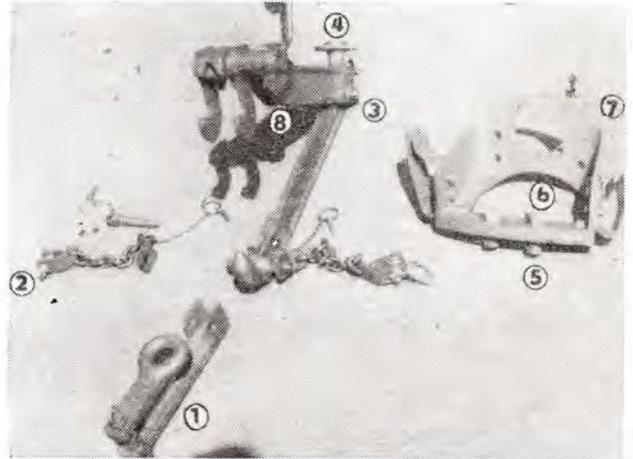

Abb. 89
2. Der Ansatzbolzen und der Ansatz (Abb. 89/1) sind abzunehmen.
3. Der Bolzen der Hakenkette ist aus der rechten und linken unteren Zugstange herauszunehmen (Abb. 89/2).
4. Der Hakenbolzen (Abb. 89/3) ist herauszuschieben und der Haken herauszunehmen.
5. Die Kronenmutter des Trägerbolzens (Abb. 89/4) ist zu entsichern und auszuschrauben.
6. Zwei Muttern (Abb. 89/5) der Schrauben (Abb. 89/6) des festen Rahmens (Abb. 89/7) sind abzuschrauben.
(Abb. 89/8) zu neigen und dieser ist herauszunehmen.
8. Fünf Schrauben M 10 sind auszuschrauben und der Trägerbolzen (Abb. 89/4) ist aus dem Hydraulikdeckel herauszunehmen.